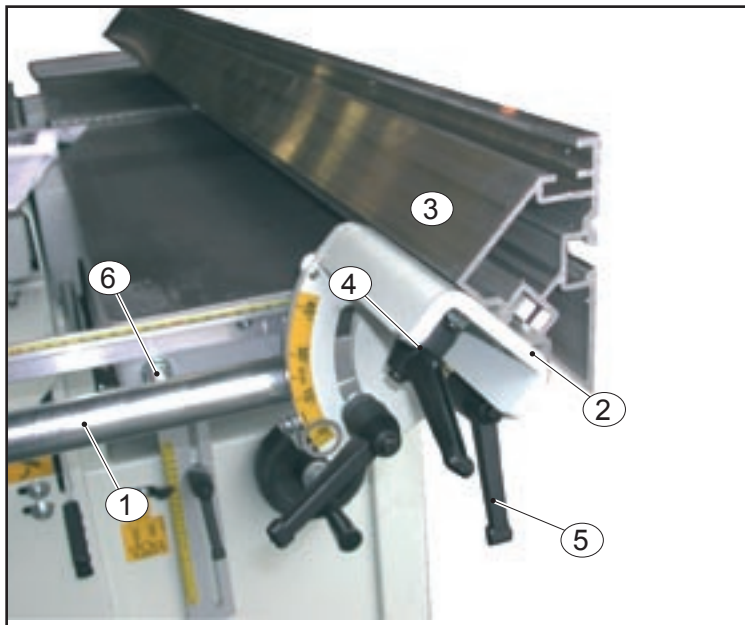

Fig. 5.8.1A
5.8.1 - MONTAGGIO E REGOLAZIONE DELLA RIGA PIALLA SEGA FIG. 5.8.1A, 5.8.1B, 5.8.1C, 5.8.1D, 5.8.1E, 5.8.1F, 5.8.1G